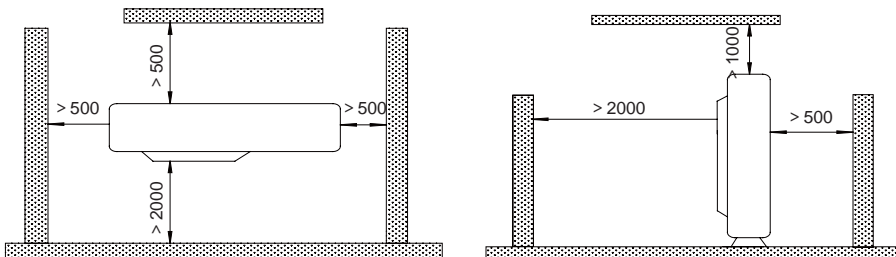

Fig.3
- (1). Instalați unitatea de exterior într-un loc care, pe cât posibil, nu se va murdări sau nu se va uda atunci când plouă.
- (2). Instalați unitatea de exterior acolo unde este convenabil pentru a fi legată de unitatea de interior.
- (3). Instalați unitatea de exterior acolo unde apa condensată poate să se scurgă nestingherită pe durata operației de încălzire.
- (4). Nu amplasați animale sau plante pe traseul aerului cald.
- (5). Aveți în vedere și greutatea aerului condiționat și alegeți un loc în care zgomotul și vibrațiile sunt mici.
- (6). Montați unitatea de exterior într-un loc capabil să susțină greutatea unității și care să genereze cât mai puțin zgomot și cât mai puține vibrații.
- (7). Oferiți spațiul prezentat în Fig. 3 astfel încât fluxul de aer să nu fie blocat. De asemenea, pentru o funcționare eficientă, lăsați deschise trei din cele patru direcții ale construcțiilor periferice.